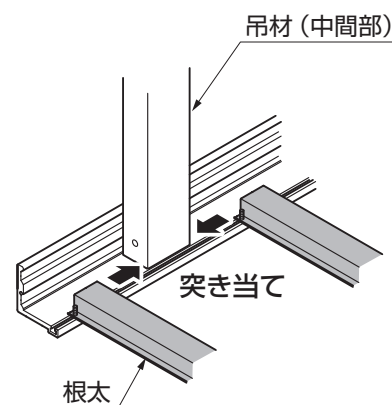

図5-7 2スパン、3スパンの場合
- 2スパン・3スパン用の場合は中間部の吊材の両端に根太をあてた状態で【1-6】を本締めします。(図5-7参照)